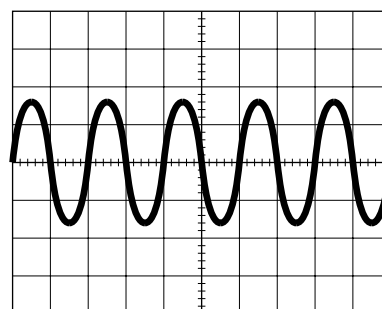

図:6 交流信号の観測例
- (1) CR オシレータの電源を入れ、発振周波数を 1kHz にする。ATTENUATOR つまみを 10dB に設定する。AMPLITUDE つまみを中央付近になるように回す。波形を正弦波に設定する。
- (2) CR オシレータの出力信号をオシロスコープで観測する。オシロスコープの掃引時間設定スイッチ (SWEEP TIME/DIV) を 0.5ms に設定する。このとき、図 6 に示す波形が管面に表示されていることを確認する。
(考察) 掃引時間設定スイッチの設定は、管面の横軸方向の 1 目盛の時間の設定である。ここで、図 6 から、周期が 2 目盛りであるから、 $2 \times 0.5\text{ms} = 1\text{ms}$ であることがわかる。周期 T と周波数 f の関係は、 $f = 1/T$ なので、管面に表示されている信号の周波数 f は、 $f = 1/(1 \times 10^{-3})\text{Hz} = 1000\text{Hz} = 1\text{kHz}$ であるとわかる。